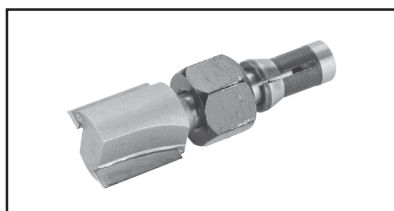

Abb. 11
2. Nehmen Sie die Spannzange aus dem Aufbewahrungskoffer (oder ersetzen Sie die Spannzange entsprechend dem gewünschten Fräserdurchmesser) und schrauben Sie sie in der in Abb. 11 gezeigten Reihenfolge auf den Fräaserschaft.